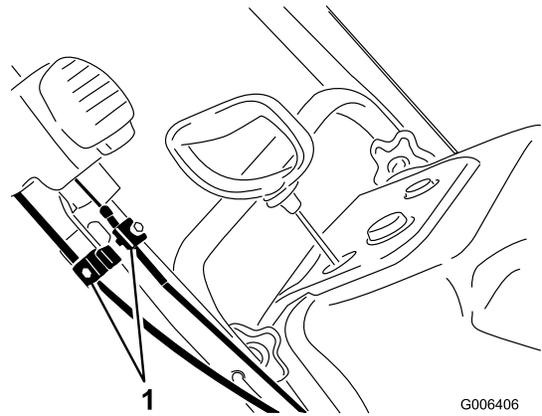

Figure 40
- Desserrez les serre-câble des deux câbles de commande Quick Shoot (Figure 40).